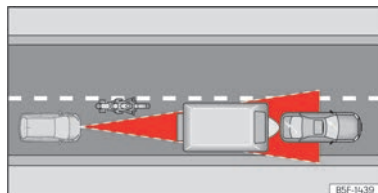

Abb. 105 Vorausfahrender Motorradfahrer außerhalb des Erfassungsbereichs des Radarsensors.
- Versetzt fahrende Fahrzeuge oder Fahrzeuge, die außerhalb des Erkennungsbereichs des Sensors fahren, z. B. Motorräder »» (Abb. 105).